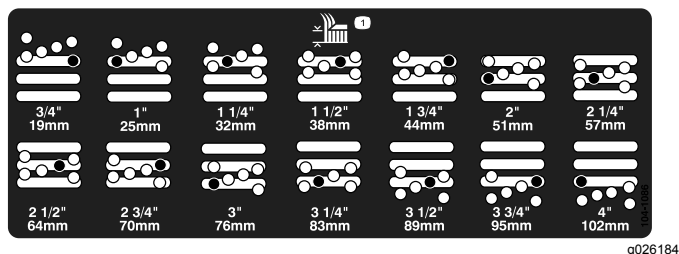

Рисунок 20
5. Переместите камеру на требуемую высоту скашивания и установите проставку в предусмотренные для этой высоты отверстие и паз (Рисунок 20).